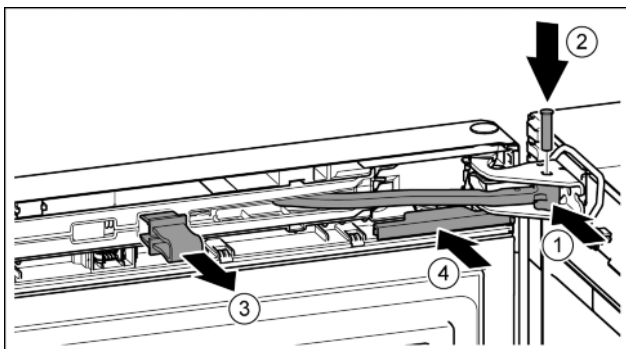

Fig. 21
- ▶ Поверніть шарнір в опорному кронштейні. Fig. 21 (1)
- ▶ Встановіть гвинт в опорний кронштейн та шарнір. При цьому виступ фіксатора повинен займати правильне положення в пазу. Fig. 21 (2)
- ▶ Зніміть запобіжник. Fig. 21 (3)
- ▶ Насуньте кришку. Fig. 21 (4)